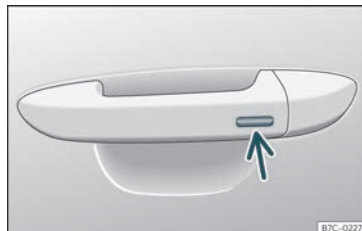

Fig. 91 Manípulo da porta: superfície sensora.
- Mantenha um dedo durante alguns segundos sobre a superfície sensora de bloqueio >>> **Fig. 91** (seta) do manípulo da porta para fechar o teto. Se deixar de tocar na superfície sensora, interrompe a função de fecho.